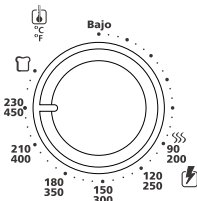

Figura 1
1. **Perilla selectora de temperatura** - ajusta el dial del termostato a la graduación de temperatura deseada (ver Figura 1).